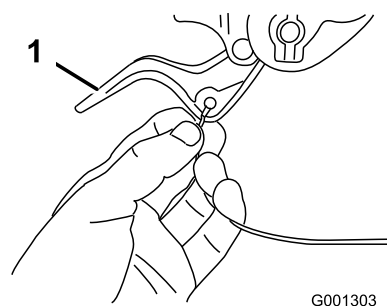

Figura 7
2. Disponete l'estremità del cavo di sinistra o destra sopra la stegola inferiore e inserite l'estremità del cavo nel foro della corrispondente leva della frizione ruote (Figura 7).